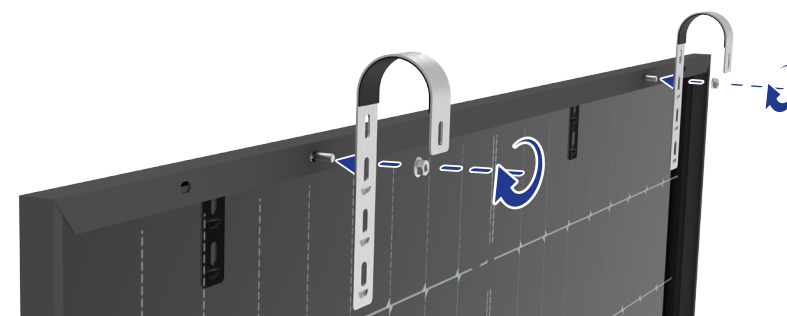

Fig. 3
1. Inserire il bullone M8x20 all'interno della cornice del pannello (↗Fig. 3).
2. Allineare il gancio al bullone attraverso le forature presenti su di esso (↗Fig. 3).
3. Avvitare il dado flangiato per bloccare il gancio in posizione (↗Fig. 3).